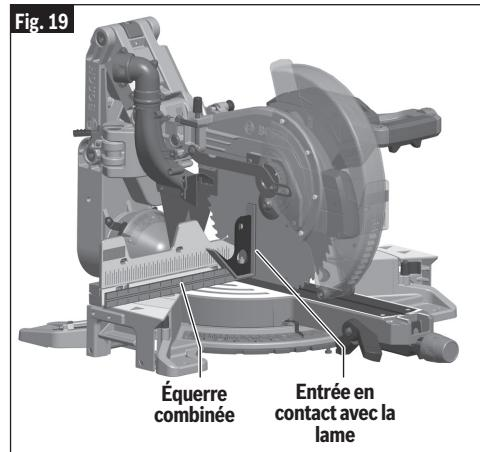

Fig. 19
8. Utilisez une équerre combinée pour vous assurer que la lame est à 90° par rapport à la table (à angle droit). Placez le bord de la règle de l'équerre contre la table et faites-la glisser pour que la lame entre en contact avec le côté vertical de la tête de l'équerre (voir Fig. 19).
4. Placez l'équerre combinée sur la table et contre la lame (voir Fig. 19).